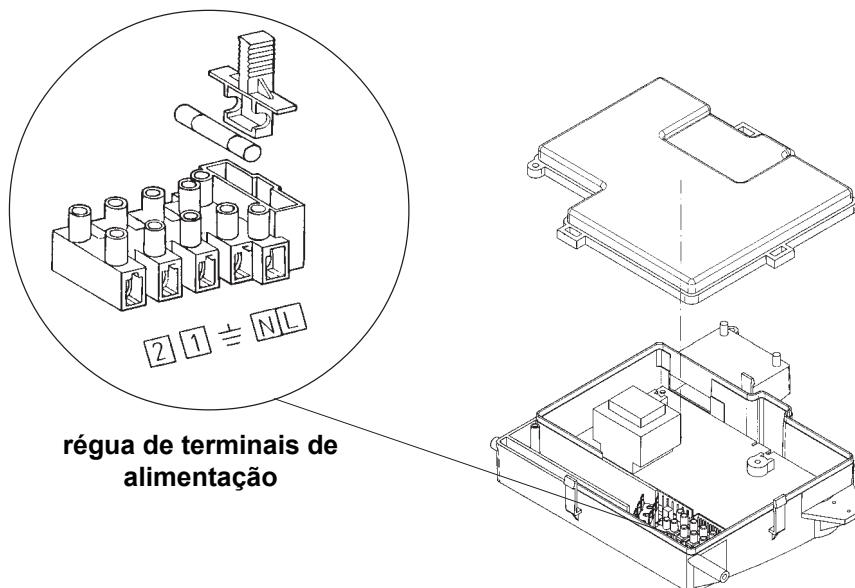

Figura 10
- retire a tampa e aceda à zona das ligações eléctricas (figura 10).
- aceda à régua de terminais de alimentação (figura 10) como descrito no capítulo anterior;
- retire a ponte presente nos terminais (1) e (2);